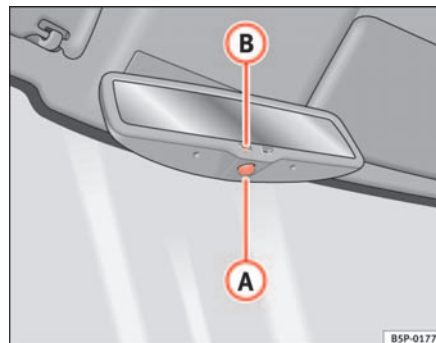

Fig. 88 Specchio retrovisore interno fotocromatico.
- Premere il tasto **A** ⇒ fig. 88. La spia **B** si spegne.
- Premere il tasto **A** ⇒ fig. 88. La spia si accende.